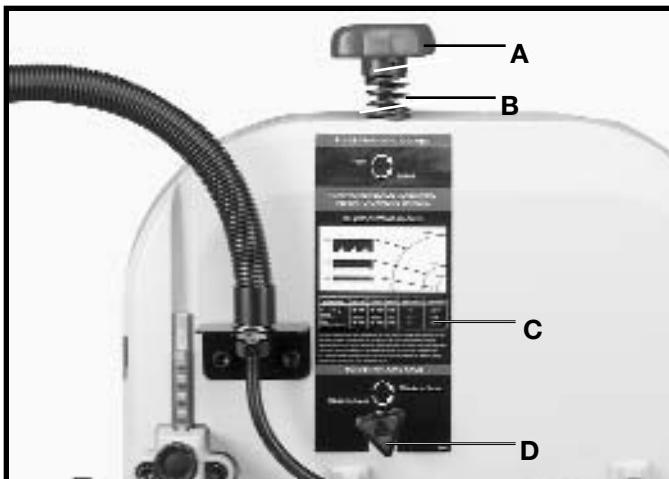

Fig. 19
1. Despues de que la hoja deseada haya sido ensamblada a las dos ruedas de la sierra de cinta, gire la perilla de tensión (A) Fig. 19 en el sentido de las agujas del reloj hasta que el resorte (B) comience a compresionarse.
2. Gire entonces la perilla de tensión (A) Fig. 19 unas 2-1/2 vueltas completas adicionales para hojas con ancho de 1/8 pulg., 3 vueltas completas adicionales para hojas de 1/4 pulg. y 4 vueltas completas adicionales para hojas de 3/8 pulg.
3. Existe un útil cuadro (C) Fig. 19 en la parte posterior de la sierra de cinta que muestra la selección de la hoja y el radio mínimo que puede cortarse con cada hoja.
3. Si resulta necesario efectuar un ajuste, gire la perilla de compensación de la hoja (D) Fig. 19 **LIGERAMENTE** en el sentido de las agujas del reloj para mover la hoja hacia la parte posterior, y en sentido inverso para mover la hoja hacia el frente. **AVISO:** Se requiere muy poco movimiento de la perilla de ajuste de compensación de hoja (D) para permitir que la hoja se mueva.